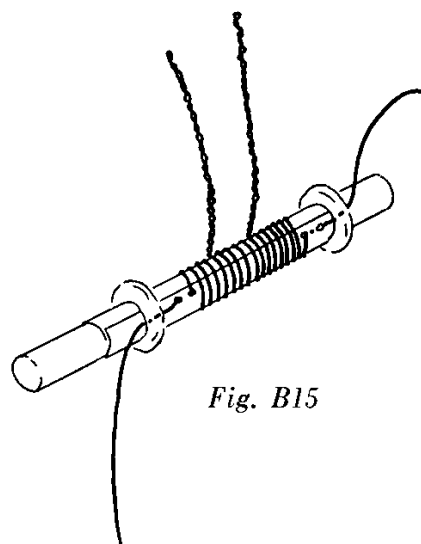

Fig. B15
13. Draai vervolgens de draad om het kokertje, netjes winding naast winding en steeds in dezelfde richting. Na 48 windingen steek je de draad door de twee andere gaatjes in het isolatiepapier, waarna het uiteinde weer onder de rubertule wordt doorgehaald (figuur B15).